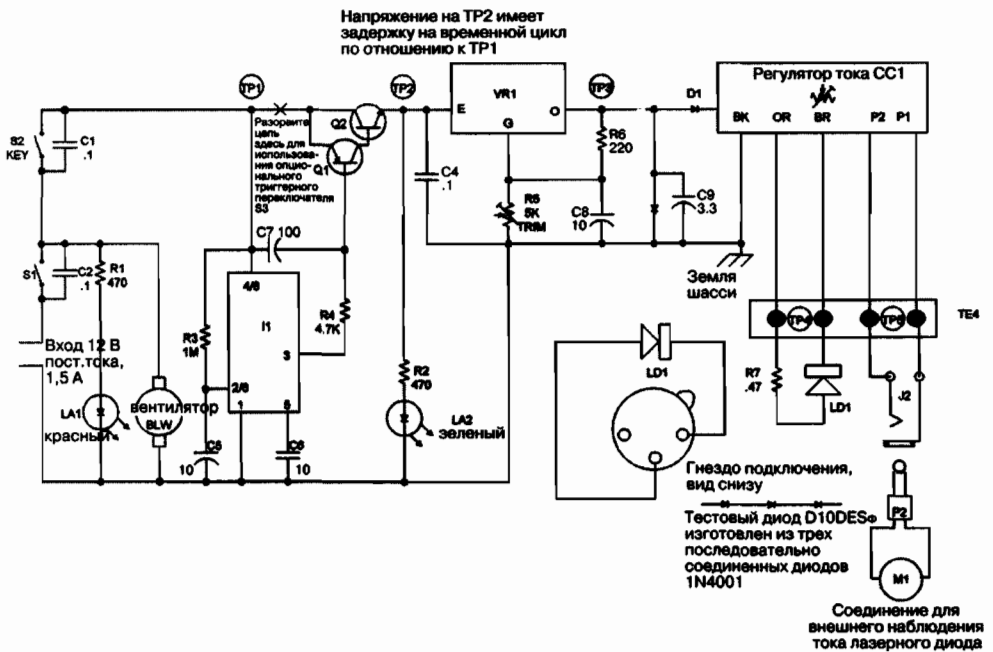

Рис. 9.2. Принципиальная схема диодного лазера
в лабораторных условиях. Мы предлагаем нестандартный тип переключателей, которые при определенных условиях могут вызвать временные повреждения. Входное питание включается тумблером S1, который сразу включает вентилятор BLW1 и индикаторный светодиод LA1. Запуск самого лазера осуществляется кнопочным переключателем S2, который запускает таймер П с необходимой задержкой, требуемой для лазеров класса IV. Выходной сигнал таймера включает с задержкой переключательную схему на транзисторах Q1 и Q2 посредством медленного заряда стартового конденсатора C7 при включении, как показано на рис. 9.2.
Цоколевка стабилизатора напряжения VR1 (см. рис. 9.2), вид снизу со стороны выводов
1. Соберите тестовый диод из трех последовательно соединенных полупроводниковых диодов типа 1N4001 для моделирования лазерного диода (см. рис. 9.2).